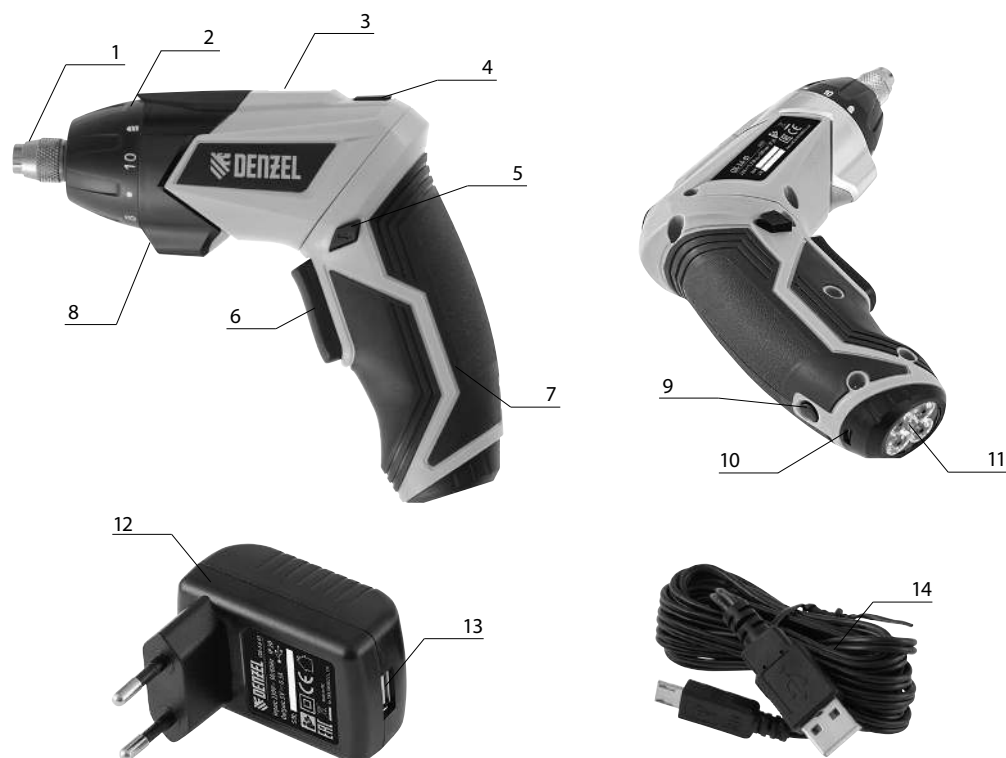

Рис.1
Машина состоит из пластмассового корпуса с расположенным в нем коллекторным двигателем постоянного тока и планетарным редуктором. Редуктор оборудован регулируемой механической муфтой, обеспечивающей ограничение предельного крутящего момента на выходном валу. Также редуктор снабжен муфтой блокировки, позволяющей вручную дотягивать или срывать сильно затянутые резьбовые соединения. Корпус шарнирно соединен с рукояткой 7 (рис. 1), что позволяет выбрать наиболее удобное ее положение при работе. В рукоятке находится аккумулятор, светодиодный фонарь и гнездо для подключения зарядного кабеля.
Отвертка оборудована индикатором остаточного заряда 3 (рис. 1), который включается одновременно с двигателем выключателем питания 6 (рис. 1). Отключение индикатора происходит автоматически через 3...4 секунды с момента отпускания выключателя 6 (рис. 1).
Вставьте сетевой адаптер 12 (рис. 1) в розетку сети питания. Подключите поставляемый в комплекте кабель 14 (рис. 1) к гнездам 10 и 13. На индикаторе 3 (рис. 1) включится красный сегмент, что свидетельствует об идущем процессе зарядки. Для зарядки аккумулятора допускается использование других кабелей и сетевых адаптеров, совместимых со стандартами USB.
По достижении полного заряда батареи индикатор 3 (рис. 1) будет светиться полностью (три сегмента). В процессе зарядки аккумулятора подача питания на выключатель двигателя не осуществляется.
Изменение направления вращения шпинделя осуществляется переключателем 5 (рис. 1). Переключатель имеет 3 фиксированных положения. При нажатии до упора на переключатель справа включается правостороннее вращение шпинделя, при нажатии слева – левостороннее. Соответствующие символы нанесены на подвижную планку переключателя. Среднее положение переключателя соответствует блокировке выключателя двигателя, при этом при нажатии на выключатель питания на двигатель не подается, а включается только подсветка рабочей зоны.
**ПРИМЕЧАНИЕ.** Цифровые значения, указанные на кольце 2 (рис. 1), не отражают величины крутящего момента, выраженной в ньютон-метрах, а указывают исключительно на порядковый номер положения регулировочного кольца.
Для удобства при работе положение основной рукоятки отвертки можно изменить. Для этого нажмите на кнопку 4 (рис. 1) и поверните рукоятку на 180 градусов. При отпускании кнопки рукоятка фиксируется в одном из двух крайних положений.
Аккумуляторная отвертка оборудована светодиодным фонарем 11 (рис. 1). Для включения фонаря нажмите кнопку 9 (рис. 1), для выключения фонаря повторно нажмите на кнопку 9.